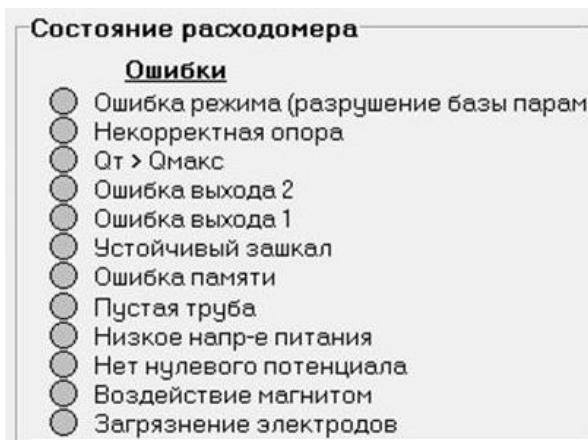

Рис.19. Вид области «Состояние расходомера».
2.11.1. Список ошибок (неисправностей) и нештатных ситуаций, диагностируемых в работе расходомера, содержится во вкладке **Измерения** в области **Состояние расходомера** (рис.19).